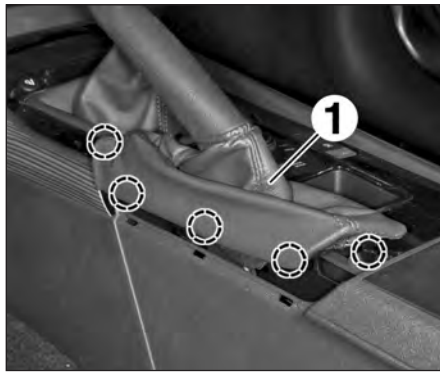

FIG.1
- le soufflet (1) du levier de frein de stationnement (Fig.1),